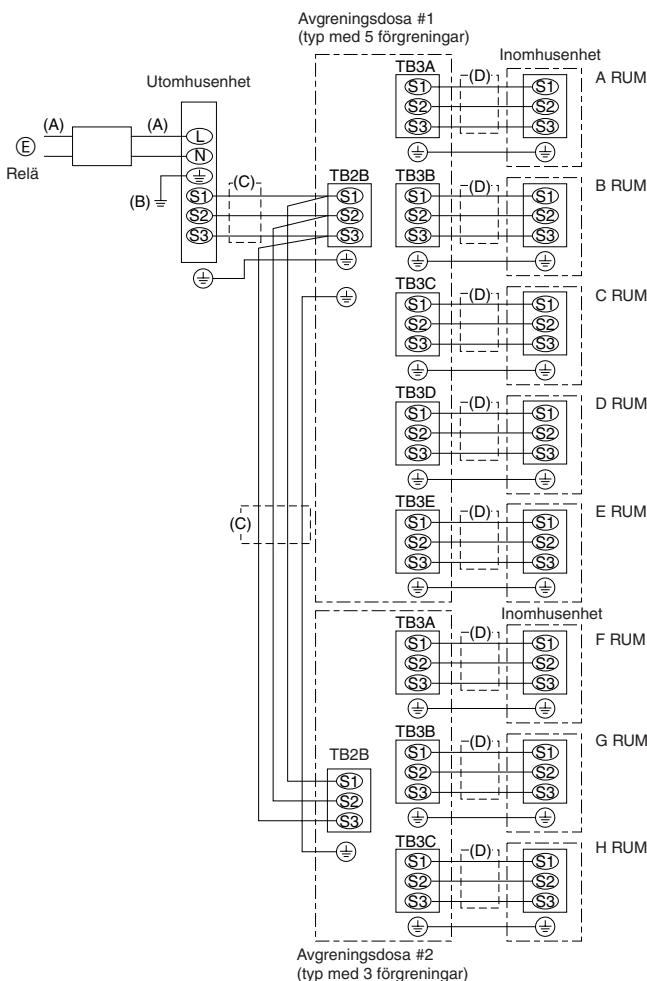

Fig. 7-2
7.3. Ytter ledningsdragning (Fig. 7-2)